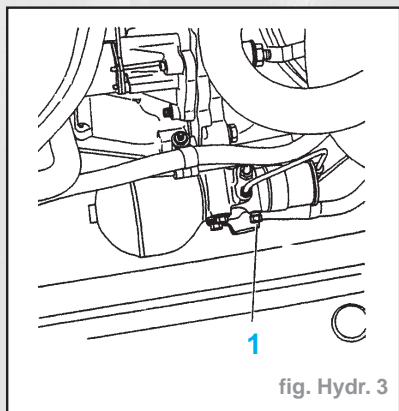

fig. Hydr. 3
- La vis de détente du joncteur/disjoncteur permet la mise hors pression (fig. Hydr. 3) :
- Dévisser d'un tour la vis de détente (1) (fig. Hydr. 3).